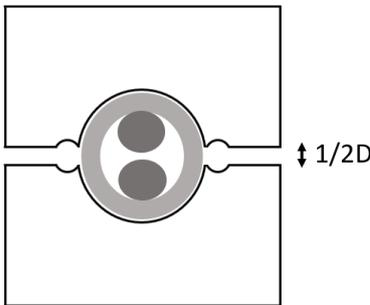

Abbildung 5
1. **Stufe:** Pressen Sie nun schlaufen-/ kauschenseitig bis zum  $\frac{1}{2}$  Seildurchmesser – die Backen sind noch bis zum  $\frac{1}{2}$  Seildurchmesser geöffnet (s. Abb. 5). Führen Sie diesen Vorgang über die gesamte Länge der Presshülse durch, wobei sich die Pressvorgänge immer um mindestens 2mm überlappen müssen. Sollte die Presshülse bei der nächsten nebenliegenden Pressung nicht mehr gut in die Backenform passen, so muss die Presshülse durch Schläge mit einem Hammer seitlich auf die Presshülse gerichtet werden, bis diese wieder in das Presswerkzeug passt. Kontrollieren Sie vor jedem Pressvorgang, dass die Presshülse korrekt in der Backenform liegt.
2. Stufe: Wiederholen Sie den Vorgang schlaufen-/ kauschenseitig nun indem Sie bis zum  $\frac{1}{2}$  Seildurchmesser pressen – die Backen sind noch bis zum  $\frac{1}{2}$  Seildurchmesser geöffnet (s. Abb. 5).